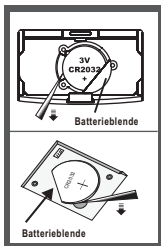

Bild 1
Umstand 1: Die Batteriefachabdeckung an der Rückseite der Waage öffnen, wenn das Batteriefach dem in Bild 1 angezeigten Typ entspricht,
- Nach der in Bild 1 gezeigte Methode die gebrauchte Batterie mit Hilfe eines Eckzahns herausnehmen.